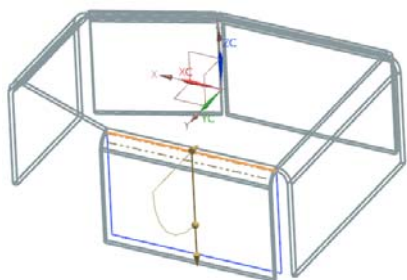

图 7-23 选择第 5 条弯曲边
(1) 选择“菜单(M)”→“插入(S)”→“折弯(N)”→“弯边(F)...”，或者单击“主页”选项卡“折弯”面组上“弯边”按钮，打开“弯边”对话框。在钣金零件体上选择弯边特征的弯曲边，如图 7-23 所示。